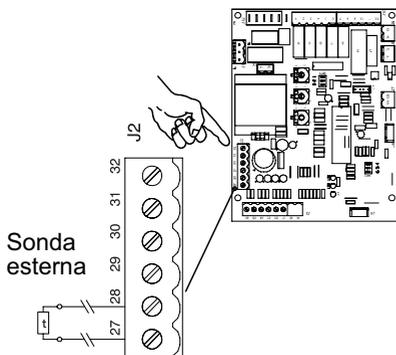

Figura 4.19
- Collegare la sonda esterna come indicato in Figura 4.19, connettore J2 morsetti 27-28. La scheda riconosce automaticamente la presenza della sonda.